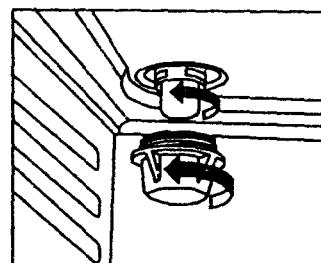

Рисунок 20 - Замена лампы освещения электрошкафа
- Открутите стеклянный плафон (рисунок 20).